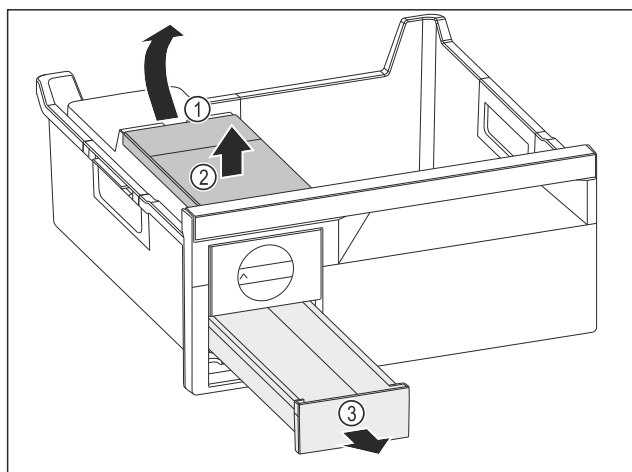

Fig. 73
- ▶ Wymywanie zbiornika wody: Zbiornik wody unieść za wycięcia Fig. 73 (1).
- ▶ Wyjąć zbiornik wody Fig. 73 (2) do góry.
- ▶ Wyjąć szufladę na kostki lodu Fig. 73 (3) do przodu.